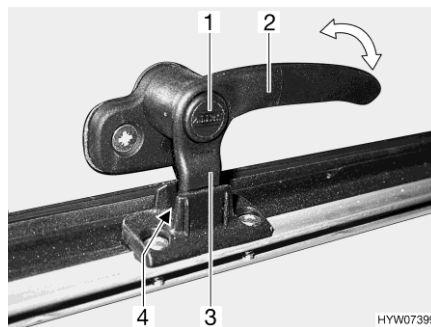
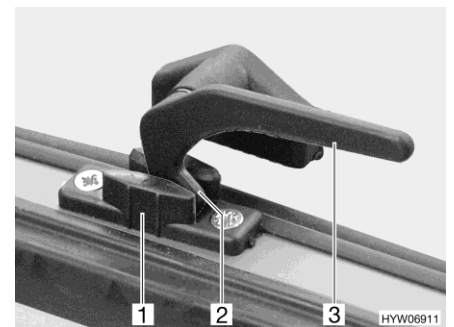

Fig. 96 Levier de verrouillage avec bouton de sécurité en position "Aération permanente"
Fig. 97 Levier de verrouillage en position "Aération permanente"
- En position "Aération permanente" (Fig. 96 et Fig. 97)
- S'il existe, appuyer sur le bouton de sécurité (Fig. 96,1) et le maintenir enfoncé.
- Tourner tous les leviers de verrouillage (Fig. 96,2 ou Fig. 97,3) d'un quart de tour vers le centre du lanterneau.
- Remettre tous les leviers de verrouillage en position initiale. Le tenon de verrouillage (Fig. 96,3 ou Fig. 97,2) doit pénétrer dans le logement du verrouillage du lanterneau (Fig. 96,4 ou Fig. 97,1).